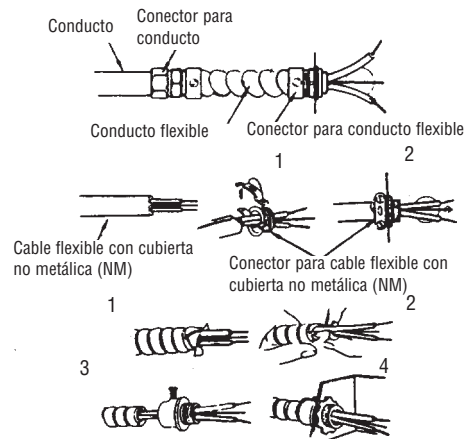

Figura 2 – Conectores, cable y accesorios de montaje utilizados para el cableado del UH724STA
**NOTA:** para algunas aplicaciones puede que sea necesario un conducto (vea la Figura 2). Verifique los códigos eléctricos locales. Si el cableado se tiende por un conducto, asegúrese de que haya una cantidad suficiente de conducto flexible como para permitir el giro del calefactor en caso de ser necesario.
2. Instale los conectores de cable en la unidad (vea la Figura 2), y deslice el cable calibre alambre de calibre 8 a través del conector de cable. Cuando haga las conexiones, extraiga a través del conector una cantidad suficiente de cable para trabajar.